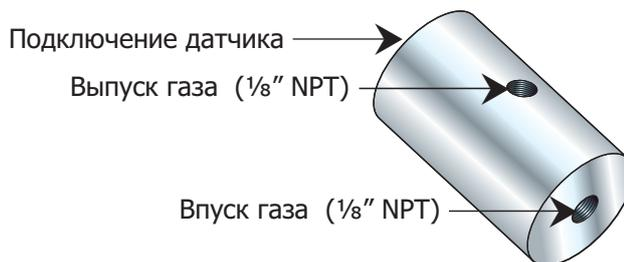

Рис. 3 Пробозаборный блок
3. Возможна установка датчика в отверстие с резьбой непосредственно в измеряемую среду, либо в измерительную камеру (рис. 3). Вход и выход пробы осуществляется через отверстия с внутренней резьбой NPT 1/8». Для герметизации места присоединения датчика используйте уплотнительное кольцо с резиновой вставкой (прилагается).